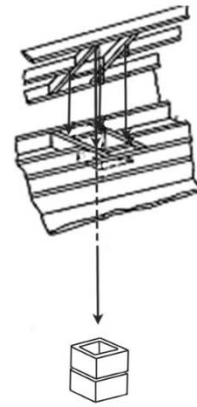

Figura 21. Penetración en el techo
F. Mida hacia todos los lados del clavo y marque la abertura requerida, y luego haga un agujero en el techo. Recuerde que el agujero se mide en la horizontal, y luego se proyecta hacia el techo. El agujero puede ser entonces más grande, dependiendo de la inclinación del tejado. Véase la figura 21.
luego se proyecta hacia el techo. El agujero puede ser entonces más grande, dependiendo de la inclinación del techo. Véase la figura 21.